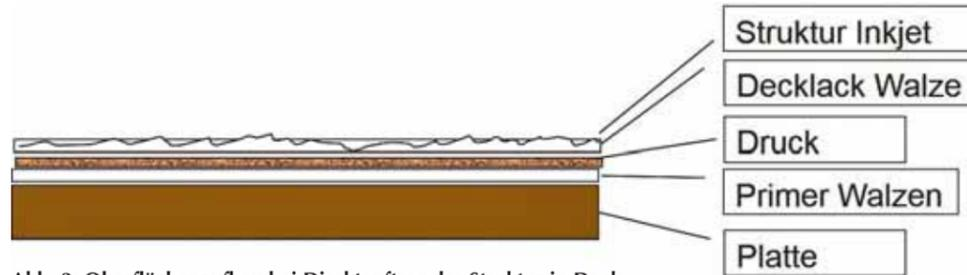

Abb. 3: Oberflächenaufbau bei Direktauftrag der Struktur in Decklack (Digital Lacquer Embossing)
**Direktauftrag der Struktur in Decklack: Digital Lacquer Embossing (DLE):** Angesichts der geschilderten Nachteile der obigen Technologiealternativen hat Hymmen eine weitere Variante entwickelt; das Digital Lacquer Embossing. Hierbei erfolgt der Direktauftrag der Struktur in den Decklack. Die Oberflächen werden wie gewohnt mit Primer für den dekorativen Druck vorbereitet und mit einer Walze wird der Decklack aufgetragen. Bevor dieser trocknet, wird die Struktur mittels eines inkjetfähigen Mediums in die Oberfläche hinein gedruckt (Vgl. Abb. 3). Zwar ist hierbei der Nachteil, dass die Strukturtiefe von der Höhe der Decklackschicht abhängt. Doch die Nachteile der anderen Technologien werden umgangen: Es sind weniger Druckköpfe nötig, die Beständigkeiten entsprechen denen der herkömmlichen Lackoberfläche und der geringe Verbrauch an Inkjet-fähigem Material hat positiven Einfluss auf die Kosten. Außerdem ist kein homogener Lackauftrag notwendig, wenn nur Poren erzeugt werden sollen.